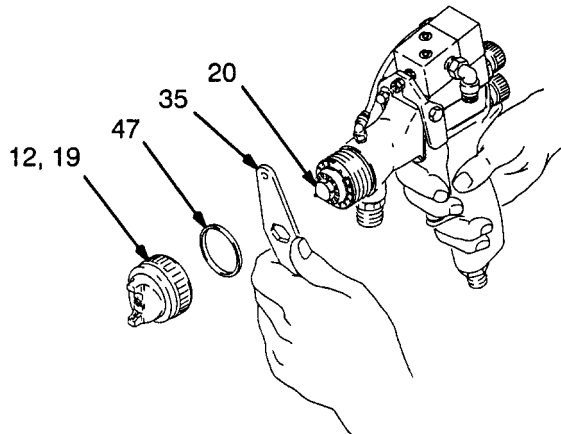

Fig. 1
2. Demonter luftdekslets låsering (12), luftdekslet (19) og luftkappepakningen.
3. Trekk inn avtrekkeren mens du tar av væskedysen (20) med pistolnøkkelen (35). Se Fig. 1.